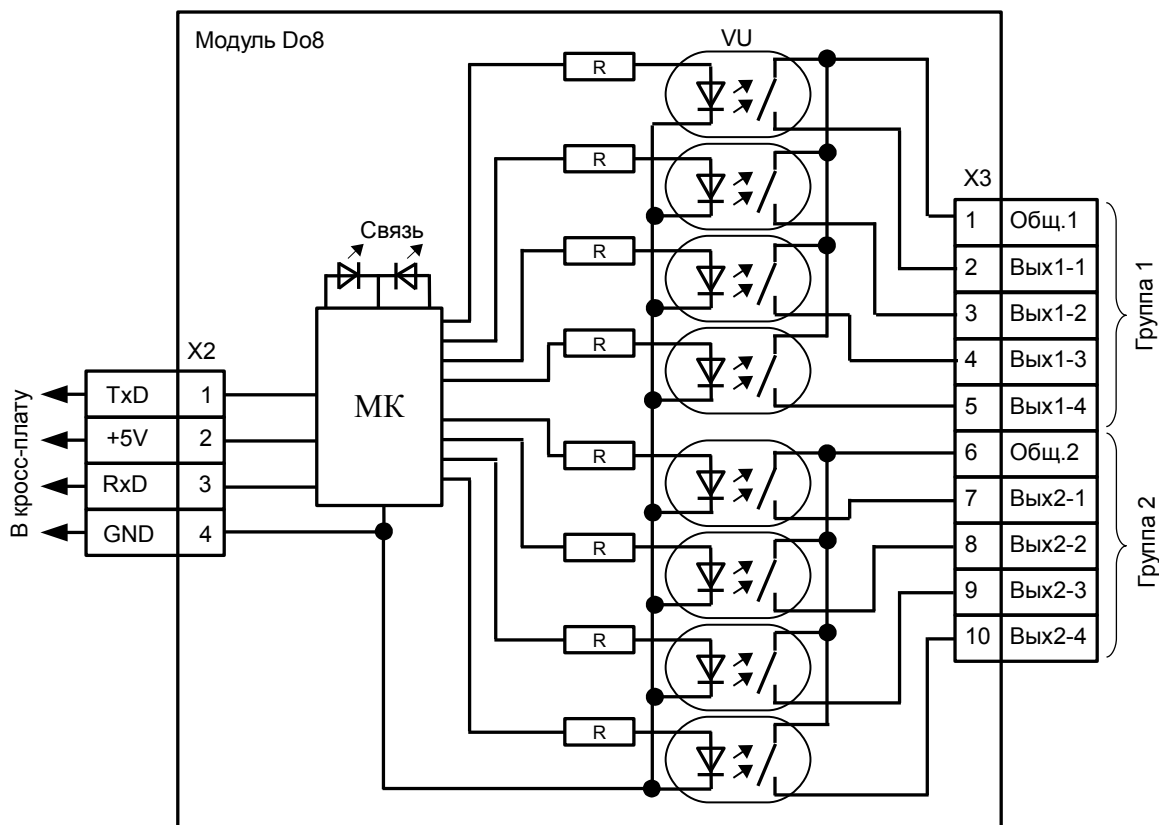

Рисунок 1 - Функциональная схема модуля Do8
4.1 Модуль представляет собой микроконтроллерное устройство (Рисунок 1), выполненное на одной печатной плате. Плата содержит микроконтроллер МК и элементы дискретных выходов.